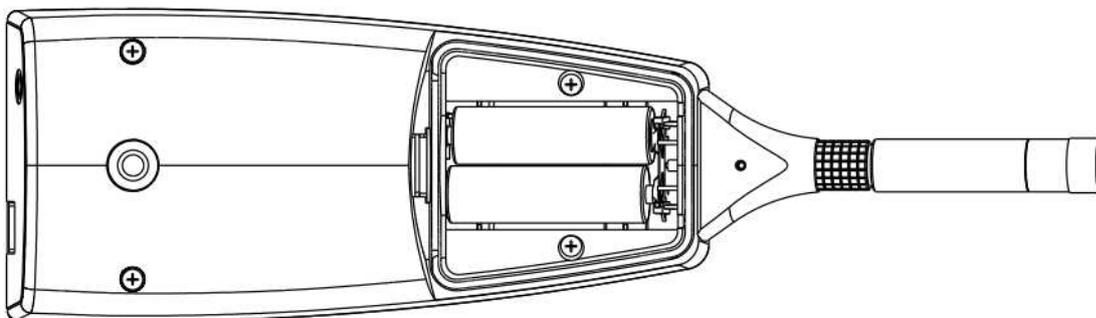

Abbildung 1.1: Offenes Batteriefach
Das Batteriefach befindet sich an der Unterseite des Gerätes (Abbildung 1.1).
- Setzen Sie neue Batterien ein und achten Sie dabei auf richtige Polung (Abbildung 1.1)